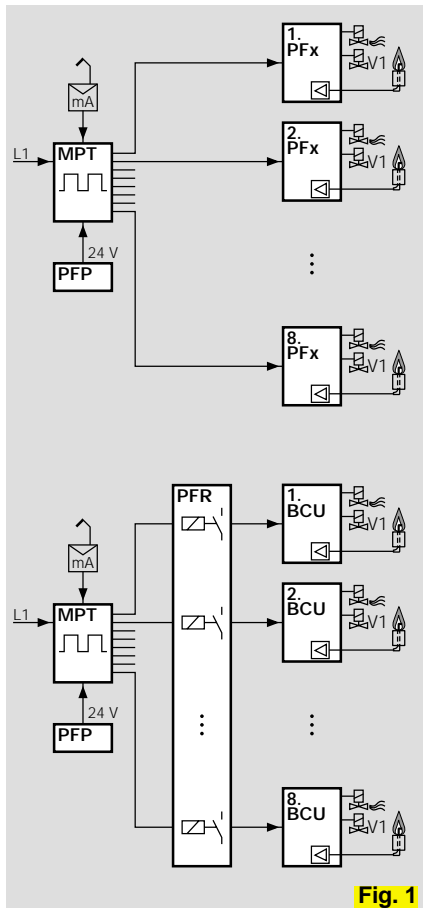

Fig. 1
- Fig. 1 Die MPT 700 steuert die Gasfeuerungsautomaten PFS, PFD oder PFU mit 24 V Signalen an. Mit Hilfe von Koppelrelais lassen sich auch Gasfeuerungsautomaten IFS oder BCU mit Netzspannung ansteuern.
- Fig. 1 The MPT 700 controls the automatic burner control units PFS, PFD or PFU with 24 V signals. Automatic burner control units IFS or BCU can also be controlled with mains voltage with the aid of coupling relays.
- 图1. MPT700通过24V信号控制烧嘴自动控制器 PFS、PFD或PFU.也可以通过耦合继电器PFR控制烧嘴自动控制器 IFS或BCU。